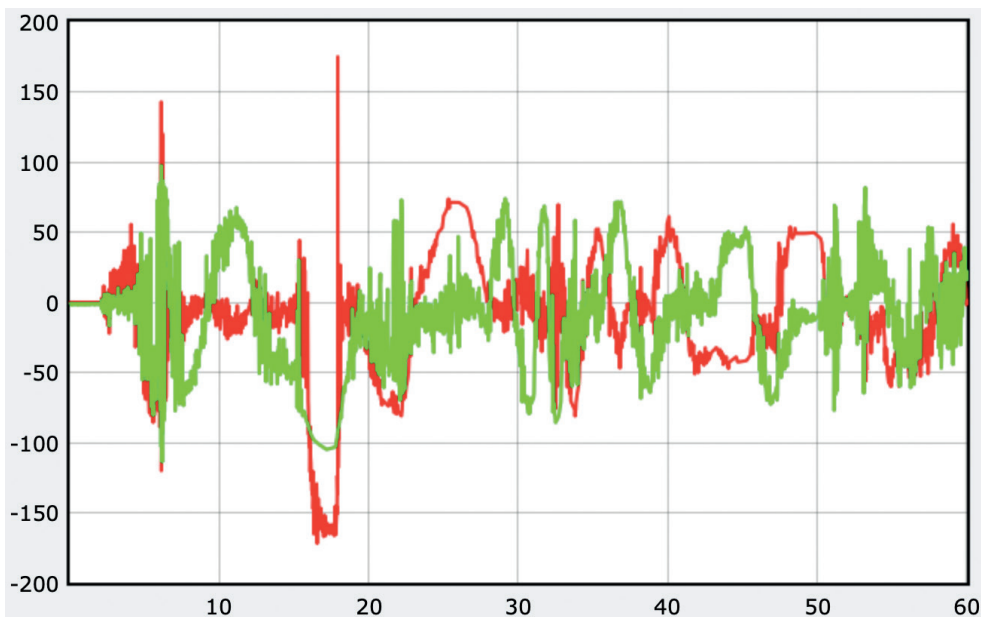

Рис. 16.9. График углов тангажа и крена на основе данных акселерометра
10. Загрузите файлы `robot_imu.py` и `plot_pitch_and_roll.py`. Запустите их с помощью команды `vrpython plot_accel_pitch_and_roll.py` и подключитесь через браузер к порту 9020. Вы увидите результат, показанный на рис. 16.9.
На рис. 16.9 показан скриншот графика. Красная кривая показывает угол тангажа вокруг оси y , а зеленая – угол крена вокруг оси x . Мы явно видим колебания от $+90$ до -90° , но, поскольку график сильно зашумлен, на нем не видны результаты движений, которые занимают меньше секунды.